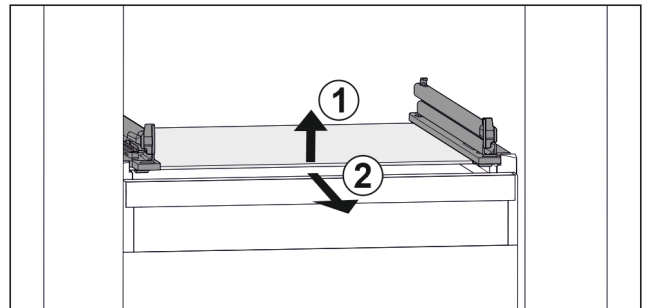

Fig. 149 Representación de la placa de vidrio a modo de ejemplo
- ▶ Levante la placa de vidrio por delante. Fig. 149 (1)
- ▶ Retire la placa de vidrio hacia adelante. Fig. 149 (2)